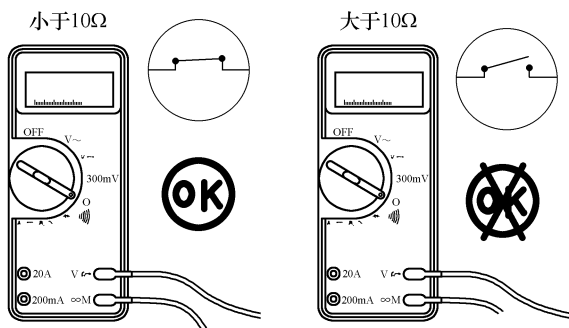

图 5-250 万用表应显示闭路，电阻小于 10Ω
④ 万用表读数必须小于 10Ω ，如图 5-250 所示。如果电路不是闭路，则检查 ICONTM 短接插头。